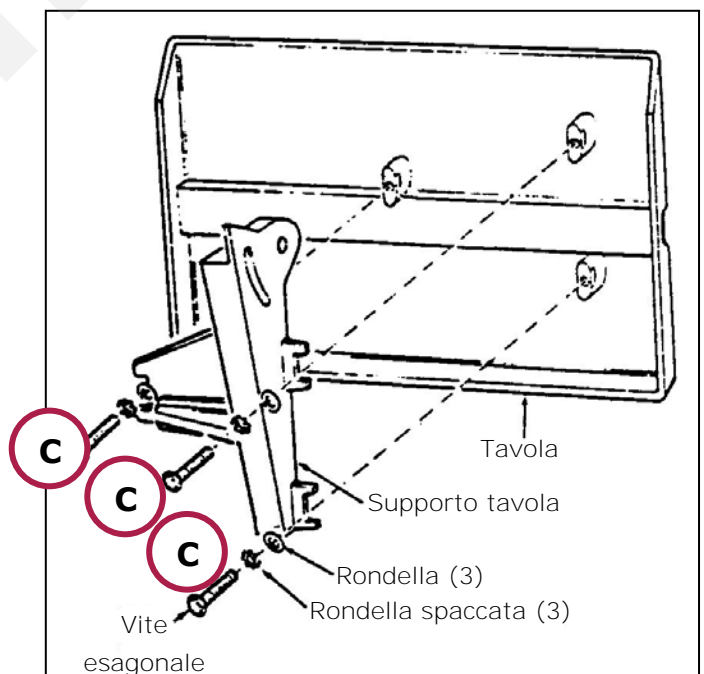

Figura 7 – Montaggio del supporto della tavola di lavoro.
3. Girate la tavola in modo che il supporto e le relative viti di fissaggio siano rivolti verso il basso, quindi posizionate la tavola in modo tale che il perno (D) presente nel supporto sia allineato con il foro presente sul corpo macchina, come mostrato in figura 7.
4. Inserite la leva di bloccaggio (E) della tavola, con la relativa rondella, nella sede scanalata per la rotazione della tavola, dopodiché avvitate la leva nel foro filettato presente sul corpo macchina.